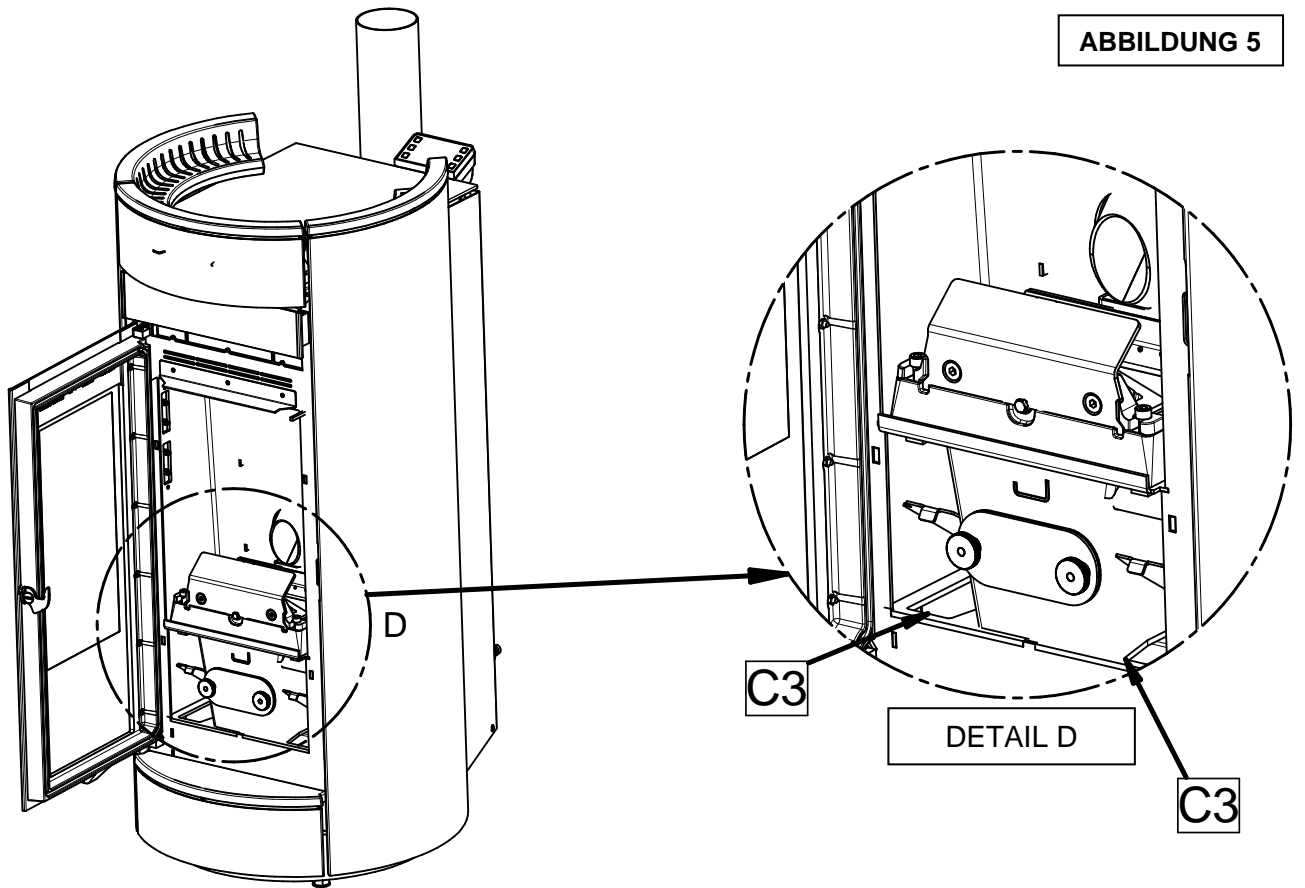

ABBILDUNG 6
- Die örtlich vorhandene Asche aus dem oberen Bereich des Rauchumlaufs absaugen (Abbildung 7). Für den Zugriff zu diesem Bereich die Verkleidungen des Gerätes abnehmen, die Sperrschraube des Behälterdeckels entfernen (Abbildung 6) und den Deckel A aushängen. Die Flügelschrauben ausdrehen und den Kugelgriff des Turbolatorrüttlers ausdrehen. Den Deckel abnehmen. Achten Sie darauf, dass das auf ihm angebrachte Isoliermaterial nicht beschädigt wird (Abbildung 7).